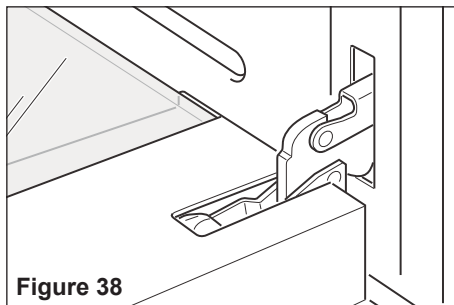

Figure 38
- Fully open the oven door (fig. 38).